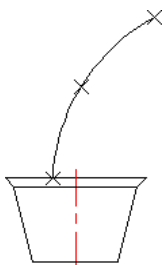

图 17.7.10 绘制圆弧 1
(2) 绘制点。选择下拉菜单 **绘图(D)** → **点(P)** → **多点(M)** 命令, 输入各点的坐标分别为 (17,0)、(27,33) 和 (53,58)。
Step9. 绘制圆弧 1。选择下拉菜单 **绘图(D)** → **圆弧(A)** → **三点(P)** 命令, 依次选取 Step8 创建的三个点, 绘制图 17.7.10 所示的圆弧。